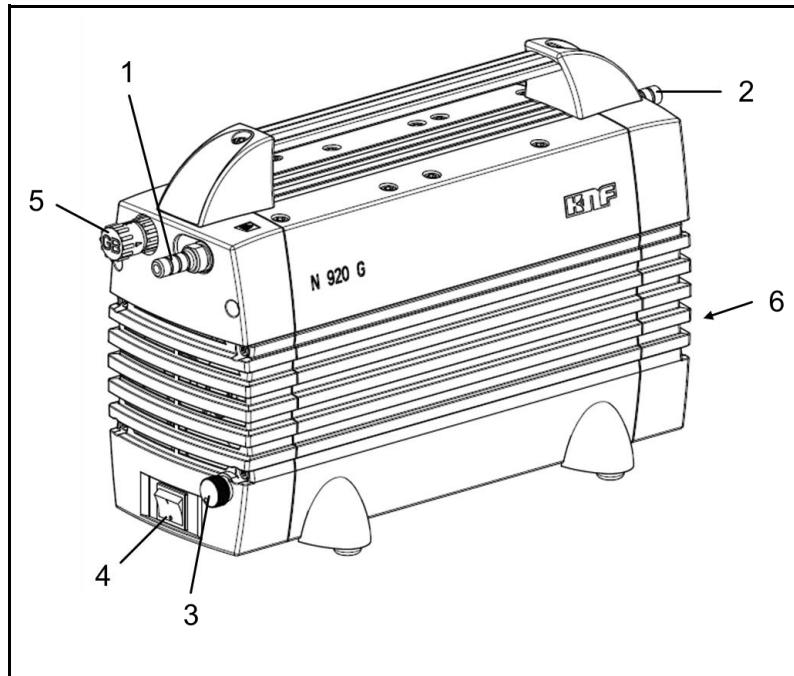

Abb. 2: N 920 KT.29.18G
4. Ggf. Pumpe durch Schnittstellenkabel mit Vakuumcontroller VC 900 verbinden (Abb. 2/6, Schnittstellenkabel siehe Kapitel 10.2 Zubehör). Weitere Informationen zum Anschluss siehe Betriebsanleitung VC 900.
→ Pumpe mit Netzschatler einschalten (siehe Abb. 2).
→ Pumpe mit Netzschatler ausschalten (siehe Abb. 2).
Über das Potentiometer (Abb. 2/3) lässt sich die Drehzahl der Pumpe variieren. Auf diese Weise ist es möglich, die Förderleistung einzustellen.